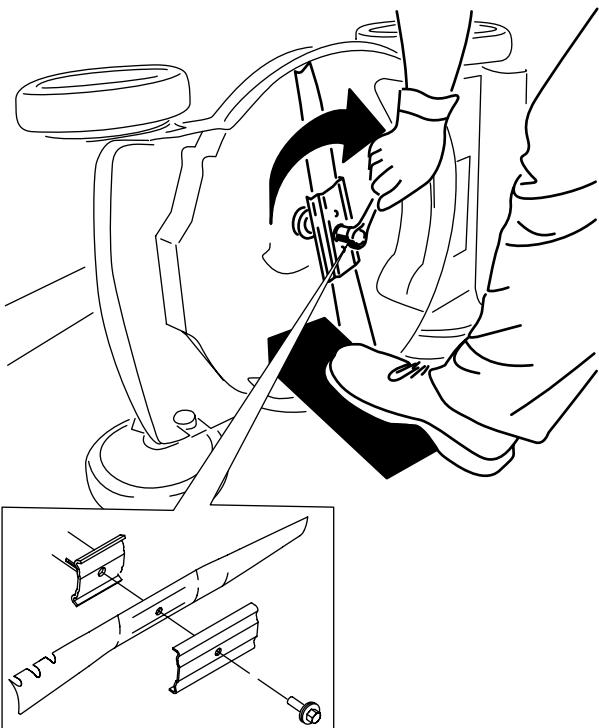

図 27
5. 新しいブレードを取り付ける。外したボルト類を使用する図 27。